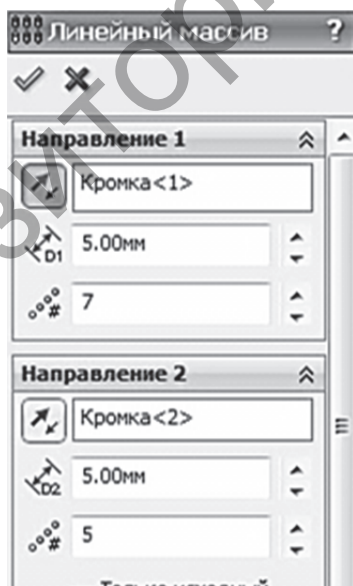

Рисунок 9.6
5. Размножьте иглы, построив прямоугольный массив с помощью команды «Линейный массив». Задайте параметры построения массива согласно примеру (рис. 9.6). Здесь «Направление 1» — это длинное ребро основания, а «Направление 2» — короткое.